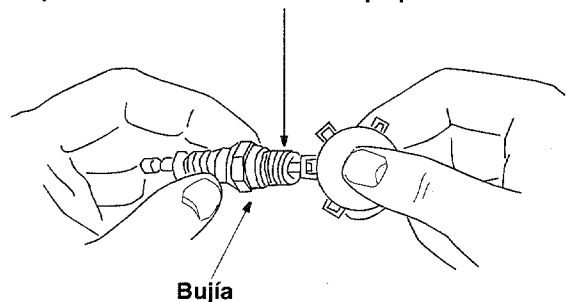

Figura 12
- Limpie la bujía y ajuste la separación a .030" una vez por temporada por lo menos o después de cada 50 horas de operación. Vea la Figura 12. Se recomienda el reemplazo de la bujía al comienzo de cada temporada. Refiérase a la lista de piezas del motor para el tipo correcto de bujía.